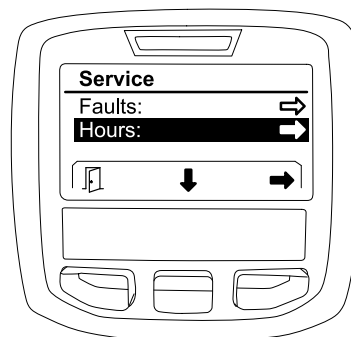

Figura 28
- Utilice el botón de selección central para desplazarse hasta la opción HOURS (Horas) (Figura 28).